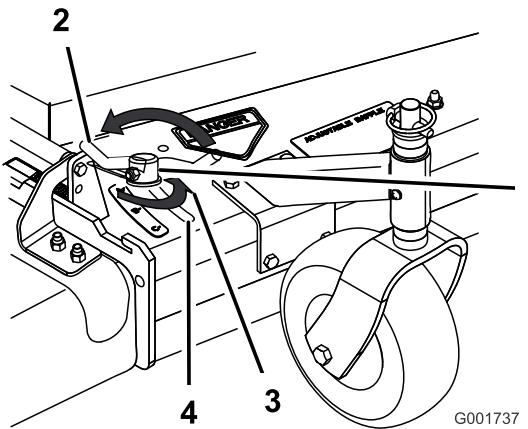

Figure 13
- Pour régler le verrou à came, soulevez le levier pour desserrer le verrou (Figure 13).
- Repoussez le levier à sa position d'origine pour serrer le déflecteur et le verrou (Figure 13).